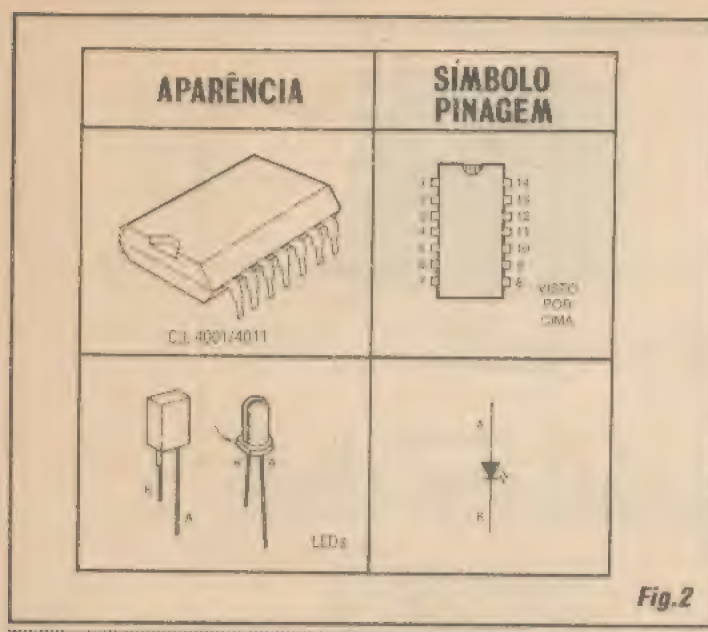

Fig. 2
- FIG. 2 - PRINCIPAIS COMPONENTES DA MONTAGEM - Como é praxe nas descrições das montagens práticas anexas às aulas do ABCDE, a figura mostra em aparência, pinagem e símbolo, os componentes que têm terminais polarizados, ou seja: o integrado e os LEDs. No primeiro, lembrar que a contagem/numeração dos pinos é feita em sentido *anti-horário*, a partir da extremidade marcada, e com a peça observada por cima... Quanto aos LEDs, recordar que o terminal de **catodo (K)** costuma ser o *mais curto*, além de (nos LEDs redondos...) sair da peça em posição indicada por um pequeno chanfro